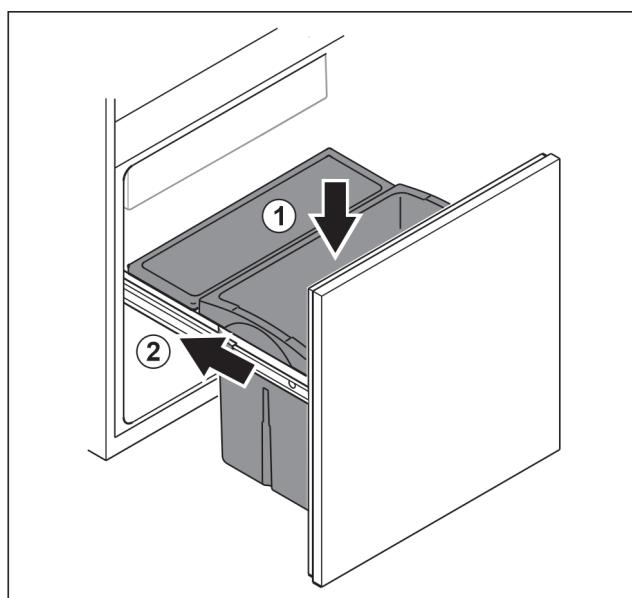

Fig. 106
- ▶ Introduceți sertarul de sus. *Fig. 106 (1)*
- ▶ Înserați căruciorul de extragere. *Fig. 106 (2)*